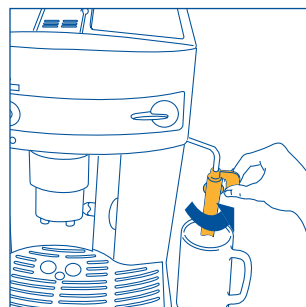
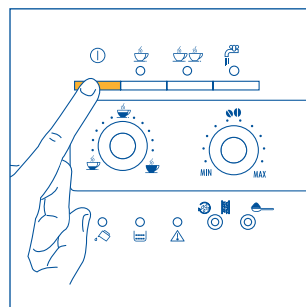
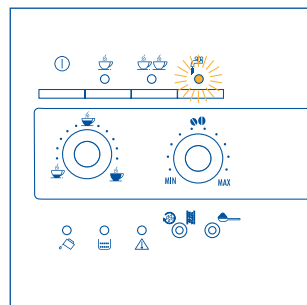

Fig. 3
Fig. 4
Fig.22
2. Spostare il cappuccinatore verso l'esterno, posizionarvi sotto una tazza (fig.3) e accendere la macchina premendo il tasto ① (fig. 4).
- Ruotare il cappuccinatore verso l'esterno della macchina (fig. 3).
- Posizionare un contenitore sotto il cappuccinatore (fig. 3).
- Posizionare un contenitore vuoto sotto il cappuccinatore (fig. 3). Ruotare la manopola vapore di mezzo giro in senso antiorario fino a fine corsa (la spia ☀ si accende in modo lampeggiante, fig. 22). Far defluire per qualche secondo l'acqua mista a vapore finchè esce solo il vapore.